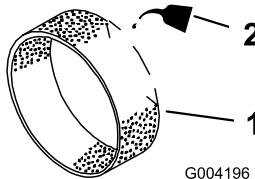

Figura 145
3. Applicate da 3 a 6 cl d'olio sul prefiltrato (Figura 145).